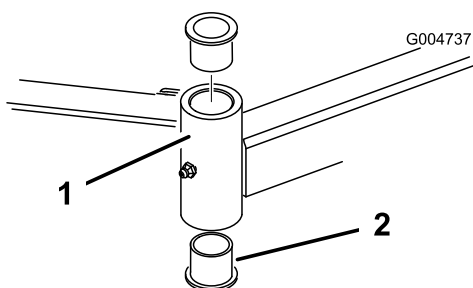

Figura 79
4. Inserte un botador fino en la parte superior o inferior del tubo de montaje y dé golpes hasta que salga el casquillo del tubo (Figura 79).